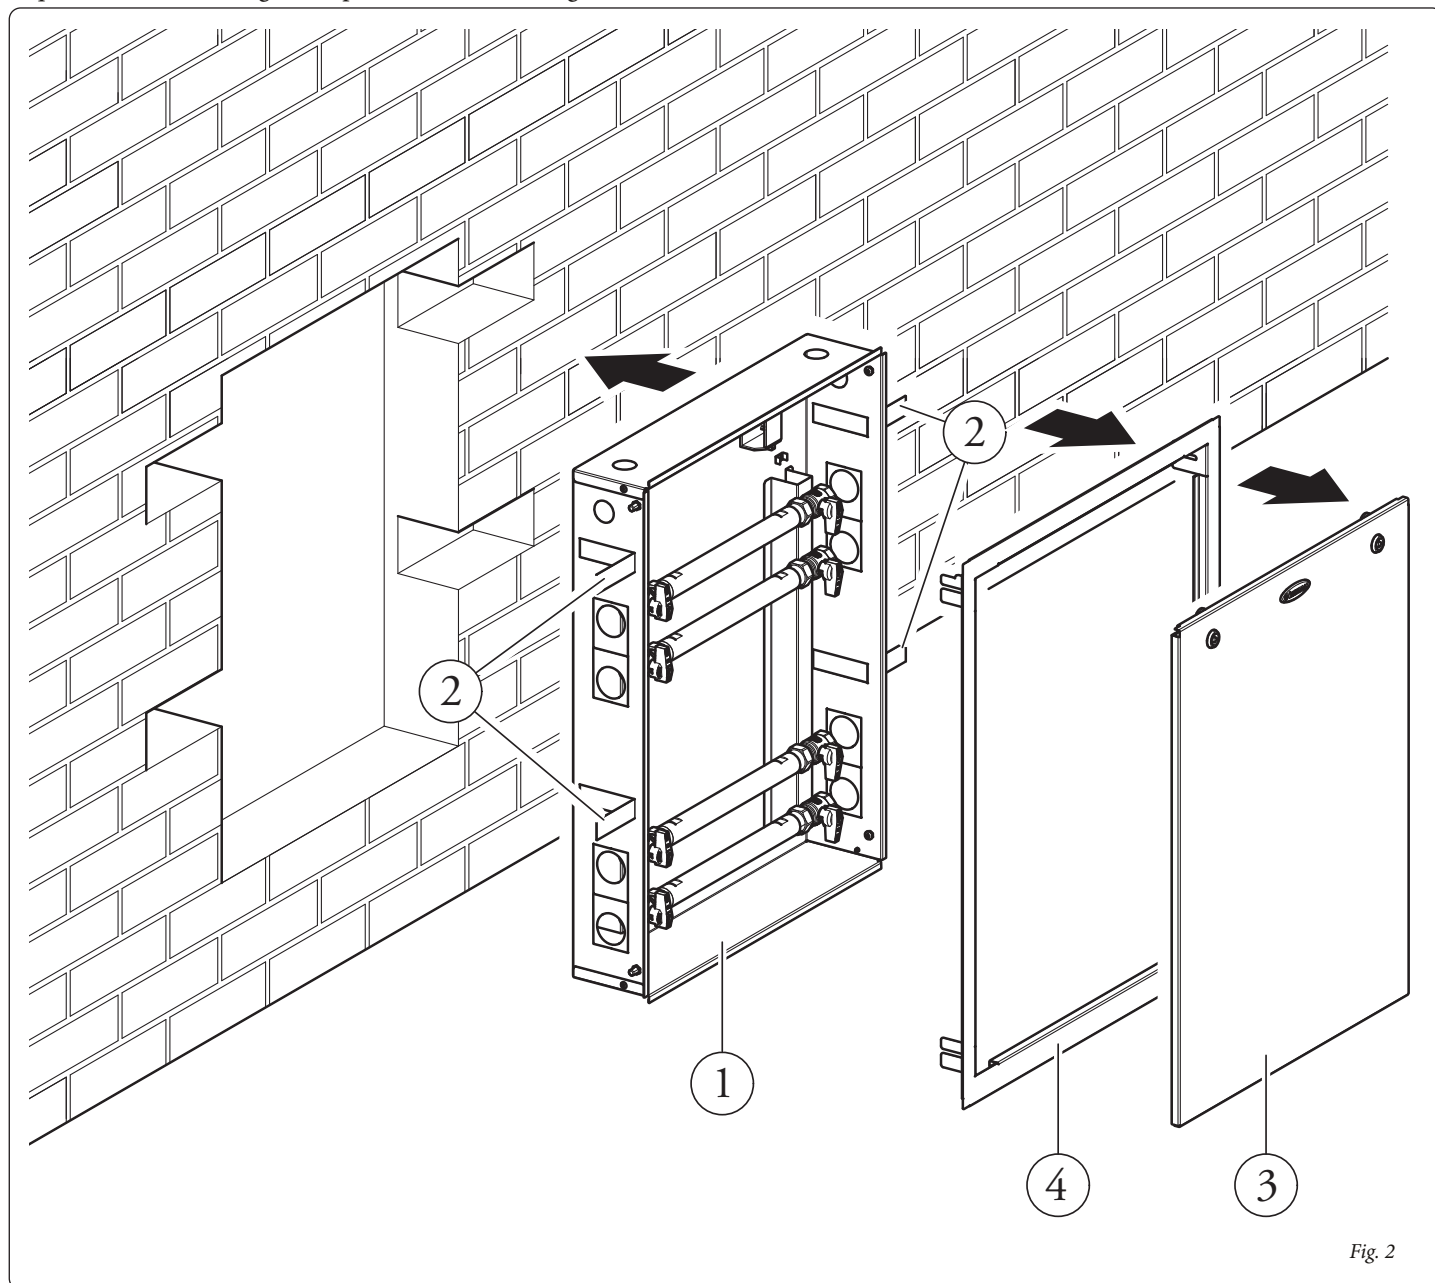

Fig. 2
- Predisporre le opere murarie creando un'apertura nella parete dove verrà installato il telaio (1), facendo attenzione di prevedere lo spazio per i quattro spacchi per inserire le rispettive alette di sostegno (2) e uno spazio in corrispondenza delle valvole sufficiente per poter effettuare gli allacciamenti con l'impianto di riscaldamento centralizzato e l'impianto locale dell'appartamento (Fig. 2).
**Attenzione:** l'installazione del kit Basic Box Container maggiorato all'interno della parete, deve garantire un sostegno stabile ed efficace dei componenti contenuti al suo interno. Il presente kit assicura un adeguato sostegno solo se inserito correttamente (secondo le regole della buona tecnica) e posizionato in squadra rispetto al muro seguendo le istruzioni di seguito riportate, garantendo così la corretta funzionalità della cornice (4) e del portello anteriore (3). Il kit Basic Box Container maggiorato non è una struttura portante e non può sostituire il muro asportato, è quindi necessario verificarne il proprio posizionamento all'interno della parete (Fig. 2).
- Inserire il telaio (1) nella propria sede ricordandosi di aprire le quattro alette di sostegno (2) prima di inserirlo (Fig. 2).
- Set-up the masonry jobs creating an opening in the wall where the frame will be installed (1), paying attention to envision the space for the four slots for insertion of the respective support fins (2) and a space corresponding with the valves that is sufficient to carry out the connections with the centralised heating system and the local system of the apartment (Fig. 2).
**Important:** the installation of the Basic Box Overdimensioned Container Kit inside the wall, must guarantee a stable and effective support for the components it contains. This kit ensures a suitable support only if inserted correctly (according to the rules of good practice) and positioned in square with respect to the wall following the instructions given below, thus guaranteeing the correct functionality of the frame (4) and the front door (3). The Basic Box Overdimensioned Container Kit is not a support structure and cannot replace the wall that has been removed. It is therefore necessary to check positioning inside the wall (Fig. 2).
- Insert the frame (1) inside its own seat, remembering to open the four support fins (2) before inserting it (Fig. 2).